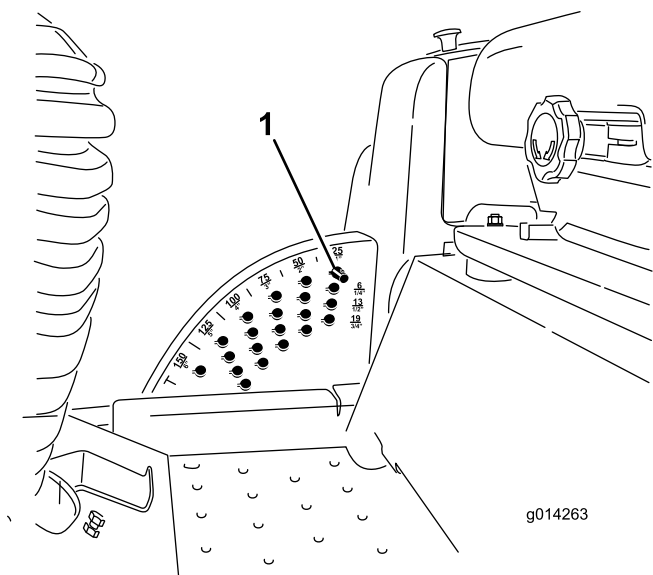

Figura 19
1. A motore acceso, tirate indietro l'interruttore di sollevamento dell'apparato di taglio fino a sollevare completamente l'apparato e **rilasciate immediatamente l'interruttore** come mostrato nella Figura 19.
2. Girate il perno dell'altezza di taglio fino a quando la protuberanza su di esso non si allinea agli intagli previsti nei fori della staffa dell'altezza di taglio, quindi rimuovetelo (Figura 19).
3. Nella staffa dell'altezza di taglio scegliete un foro corrispondente all'altezza di taglio richiesta, inserite il perno e ruotatelo verso il basso per bloccarlo in questa posizione (Figura 19).
Nota: Vi sono 4 file di fori di posizionamento (Figura 19). La fila superiore fornisce l'altezza di taglio elencata sopra la spina. La seconda fila fornisce l'altezza elencata più 6 mm. La terza fila fornisce l'altezza elencata più 12 mm. La fila inferiore fornisce l'altezza elencata più 18 mm. La posizione di 15,8 cm ha un solo foro, situato nella seconda fila, che non aggiunge 6 mm alla posizione di 15,8 cm.